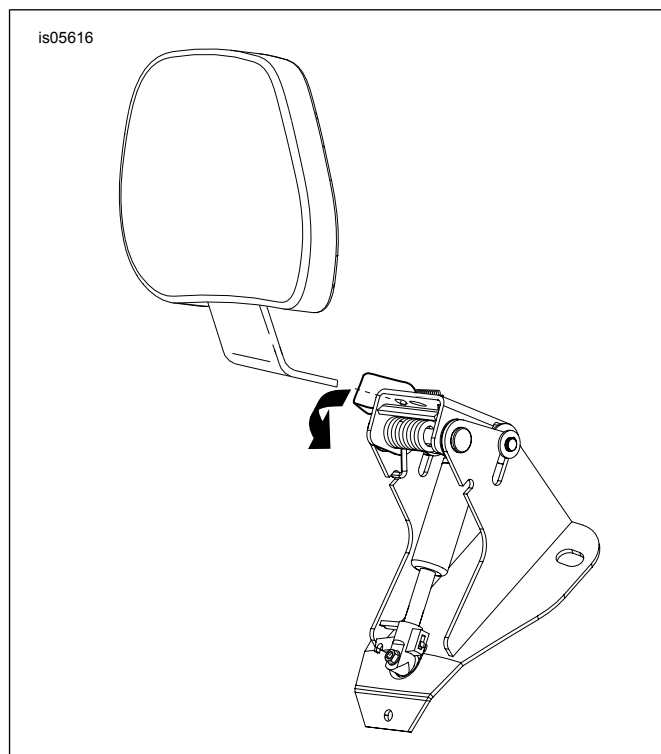

Figure 13. Installation de dossier
1. Voir Figure 13 . Appuyez sur le levier sur le support du dossier suivant les instructions.